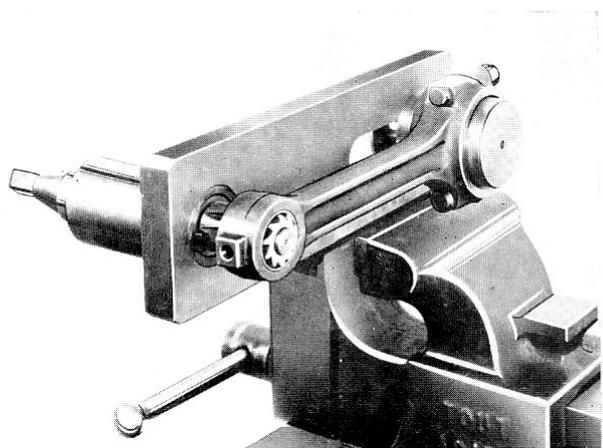

Fig. 39
3° Retourner le canon conique ; placer sur celui-ci l'alésoir 31,60 mm et pratiquer l'alésage de la bague (fig. 39) (1).